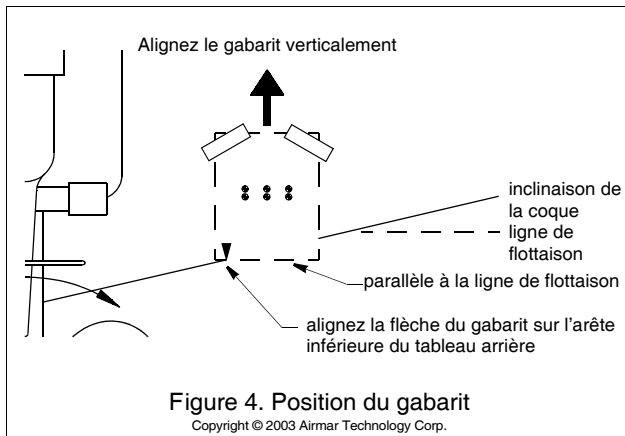

Figure 4. Position du gabarit
2. Positionnez le gabarit à l'emplacement sélectionné à tribord, en veillant à aligner la flèche sur l'arête inférieure du tableau arrière (Figure 4). Vérifiez que le gabarit est parallèle à la ligne de flottaison avant de le coller à l'aide d'un ruban adhésif.